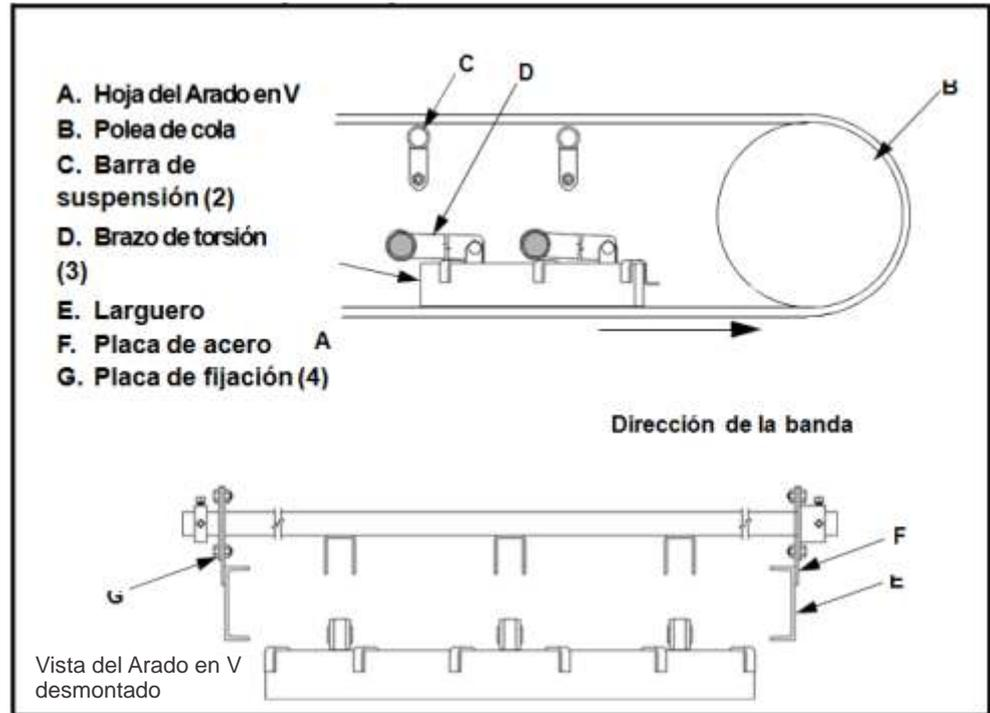

Figura 1. Ubicando el Arado en V en la banda
- Coloque la hoja del Arado en V (A, Figura 1) en el lado de retorno de la banda antes de la polea de cola (B), con la “V” apuntando en la dirección opuesta a la polea de cola.